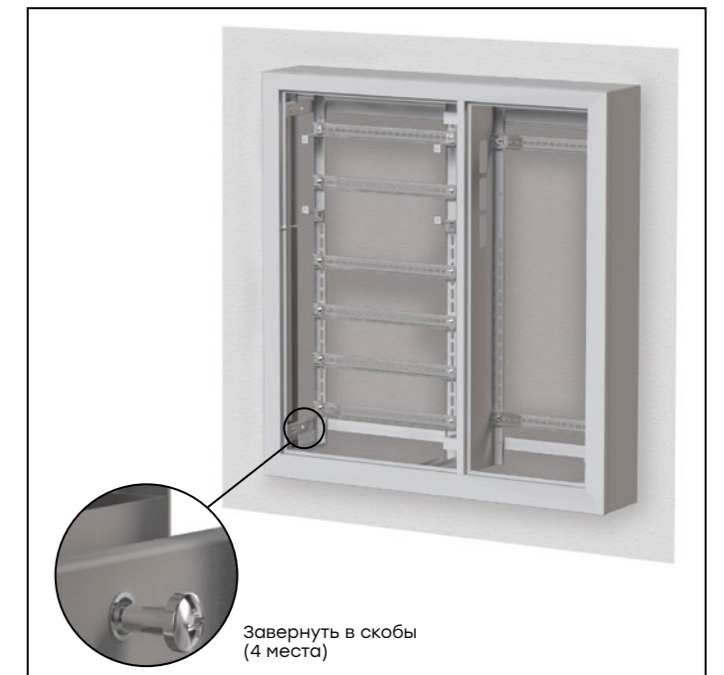

Рис. 24
3.2 Вставьте корпус в Кожух щита этажного и закрутите болты M8x50, установленные в корпусе щита, в отверстия П-скоб Кожуха щита этажного (Рис. 24).